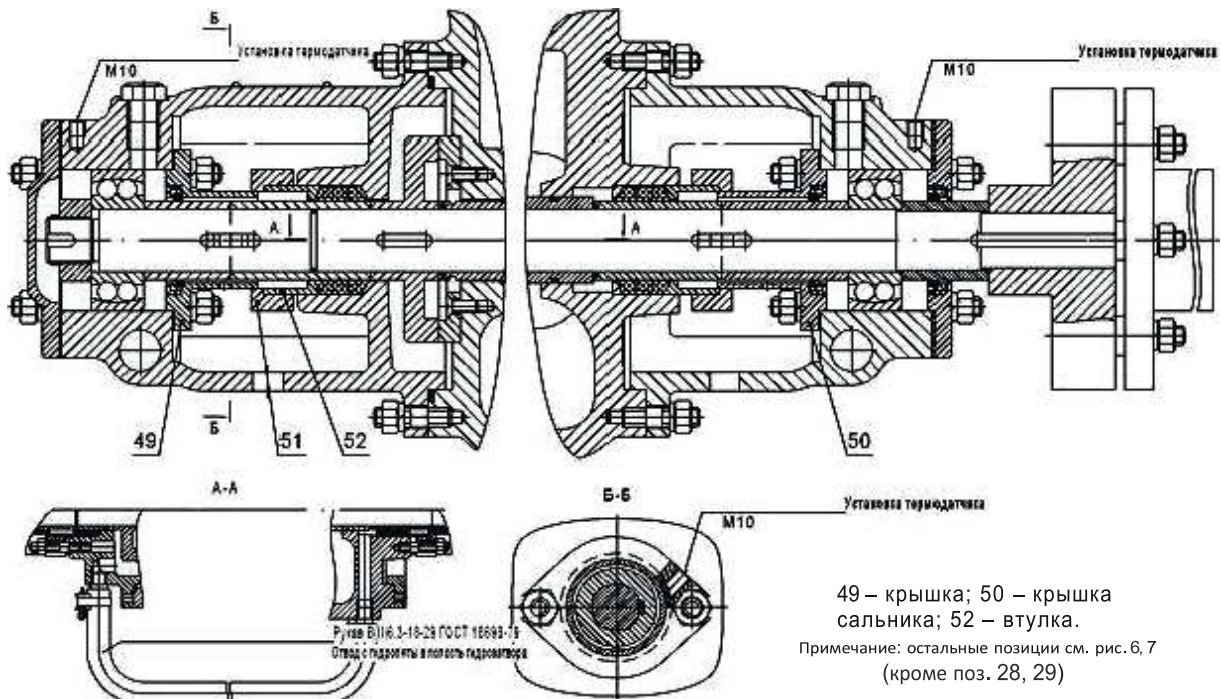

Рис.7 Общий вид насоса ЦНСМ
1.5.5. В конструкции кронштейна переднего и заднего, насосов ЦНСМ и ЦНСн использована особая система запираания сальниковой набивки (рис. 7), обеспечивающая отсутствие течи рабочей жидкости.